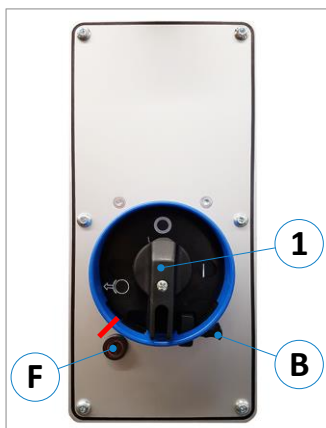

Abbildung 16: Maschinenschalter (2,2 kW)
- Drehschalter (1) ausschalten (Position „O“).
- Sperr-Riegel (B) nach links (siehe rote Markierung in ⇒ Abbildung 16) schwenken.
- Drehschalter (1) ganz nach links drehen